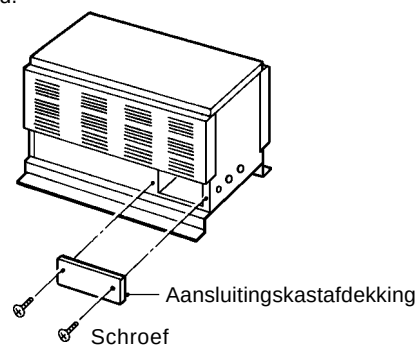

Fig. 19
1) Verwijder de twee schroeven en de afdekking van de aansluitingskast van de condensoreenheid. Zie fig. 19.